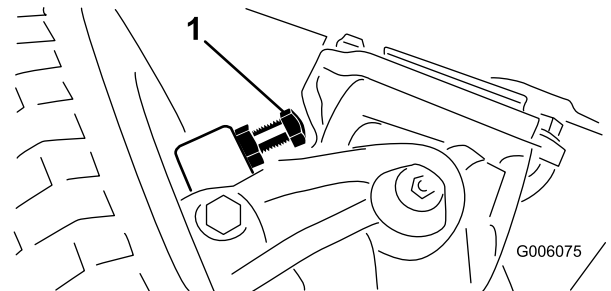

Figura 67
1. Avvitare o svitare i bulloni fino a ottenere un gioco di 0,23 cm; fate riferimento a Figura 67.